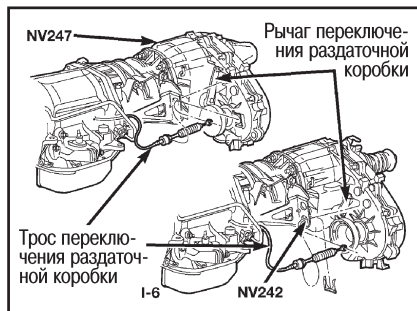

Рис. 6 Трос переключения раздаточной коробки и раздаточная коробка
- Снимите наконечник троса переключения с рычага переключения раздаточной коробки (рис. 6).
- Установите трос переключения на опорный кронштейн тросов и поставьте зажим (рис. 6).
- Закрепите наконечник троса переключения на рычаге переключения раздаточной коробки (рис. 6).